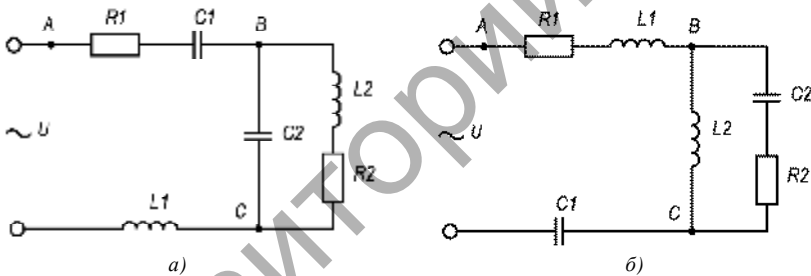

Рисунок 2.19
**Задача 2.18.** В электрической цепи (рис. 2.19) известно напряжение на входе цепи  $U = 100$  В и параметры элементов:  $R_1 = 40$  Ом,  $R_2 = 40$  Ом,  $C_1 = 15$  мкФ,  $C_2 = 15$  мкФ,  $L_1 = 1$  мГн,  $L_2 = 0,5$  мГн. Частота сети питания 50 Гц. Определить токи во всех ветвях цепи, используя исходные данные таблицы 2.18.